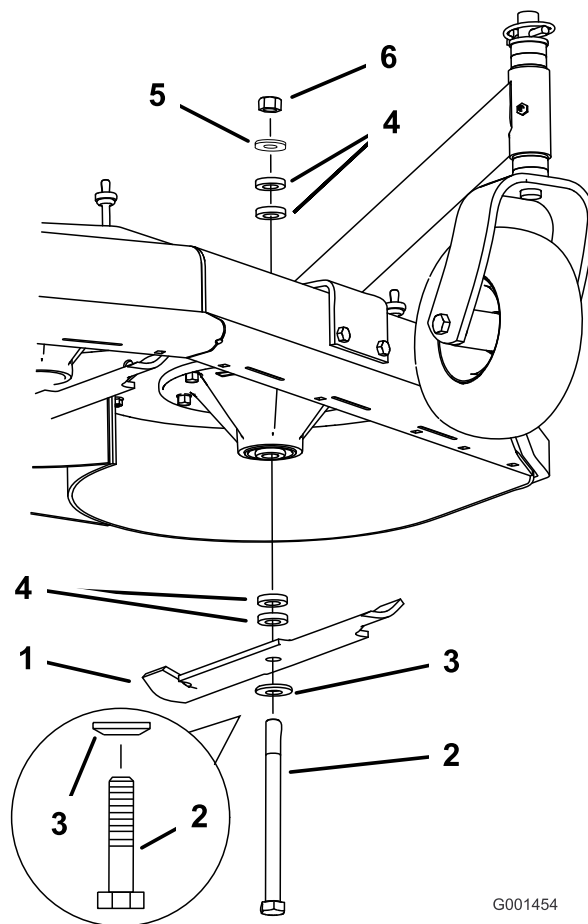

Figure 56
2. Enlevez de l'axe, l'écrou, le boulon de lame, la rondelle bombée, la lame, les entretoises et la rondelle mince (Figure 56).
1. Placez la rondelle bombée puis la lame sur le boulon. Choisissez le nombre correct d'entretoise(s) pour la hauteur de coupe, et insérez le boulon dans l'axe (Figure 56).
2. Posez la ou les dernière(s) entretoise(s) et fixez-la ou les en place avec une rondelle mince et un écrou (Figure 56).